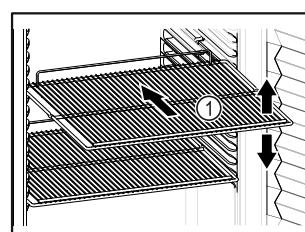

Fig. 55 Beispielhafte Darstellung
- Wenn Ablageflächen Fig. 55 (1) versetzbare sind, Ablageflächen je nach Höhe anpassen.